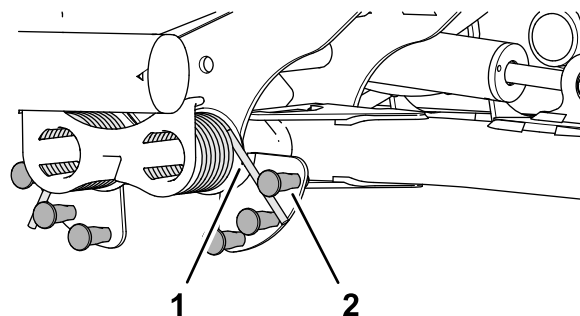

Figure 54
2. Insérez la longue extrémité du ressort de compensation dans un tube ou un objet similaire, et faites pivoter le ressort autour du goujon à épaulement jusqu'à la position voulue (Figure 54).